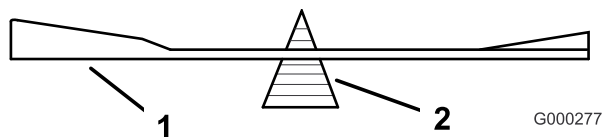

Figura 27
- Verifique el equilibrio de la cuchilla colocándola sobre un equilibrador de cuchillas (Figura 27).